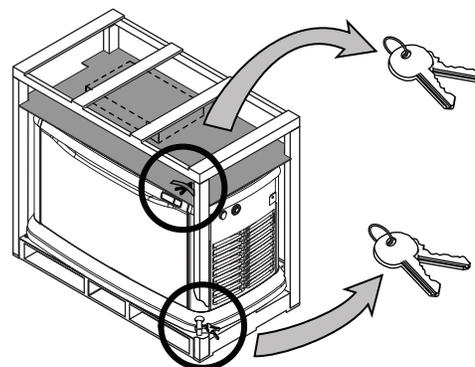

Figure 2-2. Clés à la livraison
3. Voir **Figure 2-2**. Le capot supérieur est verrouillé. Il y a un jeu de clés attaché à la feuille de carton sur le dessus de l'appareil. Un jeu de clés supplémentaire est attaché à la ferrure de palette sur l'avant du côté admission de l'appareil. Retirer les clés du carton et de la ferrure.